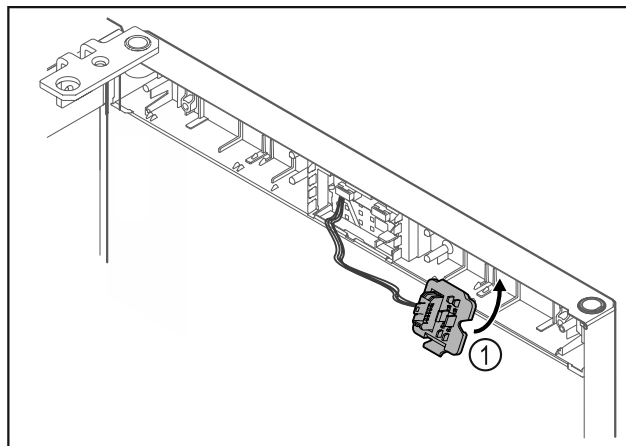

Fig. 15
- Mbërtheni mbajtësen e spinës Fig. 15 (1) në anën tjetër.